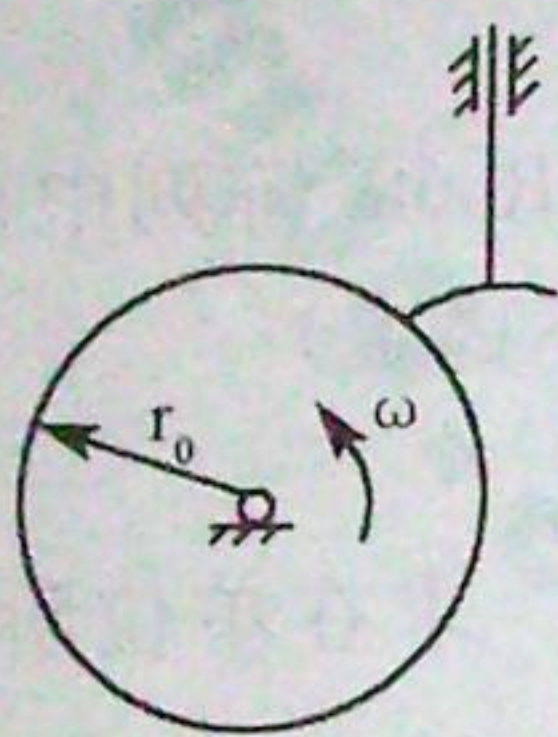

图 1
4. 一个尖端偏置直动从动件凸轮机构(如图 1 所示),凸轮的一段廓线为渐开线,其基圆半径 r_0 等于偏心距,当凸轮以等角速度 ω 转动时,从动杆上升速度 v 等于_____。从动杆以等速上升还是以变速上升?_____。